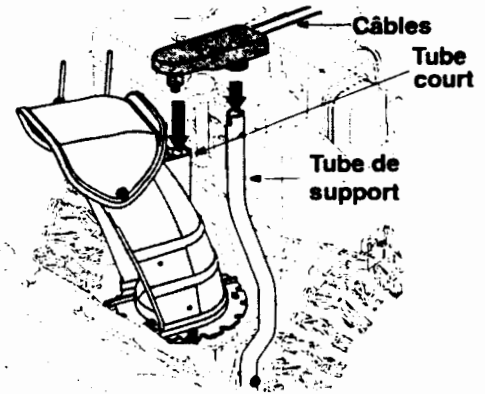

Figure 6
3. Insérez le boîtier de commande de la goulotte sur le tube court de la goulotte. Insérez l'autre extrémité du boîtier dans le tube de support de la goulotte, comme à la Figure 6, avec les câbles vers l'utilisateur.